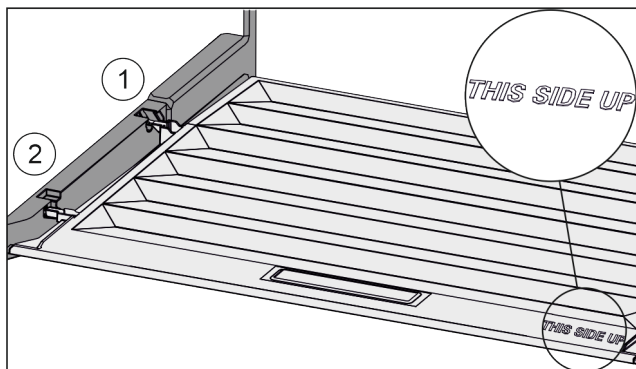

Fig. 74
- Výstupky víka zaveďte do zadních držáků Fig. 74 (1) a vpředu zaklesněte do držáku Fig. 74 (2).